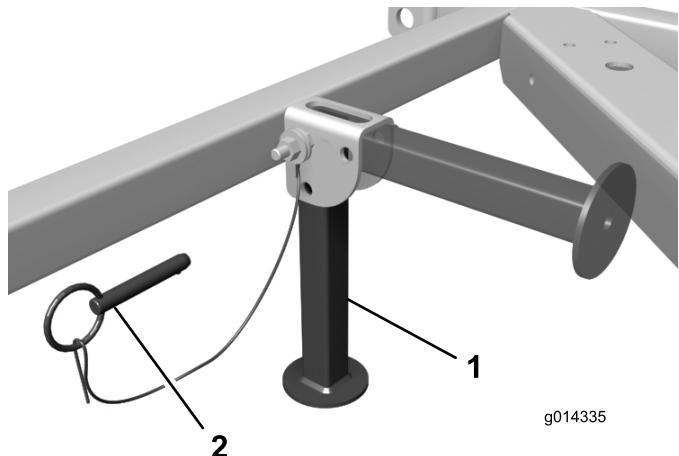

Figura 2
2. Retire los pasadores rápidos que sujetan los soportes de almacenamiento en la posición elevada (Figura 2). Gire los soportes hacia abajo y fíjelos con los pasadores rápidos.